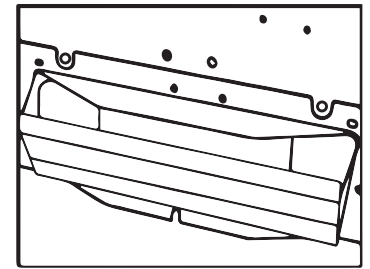

Figure 5
- À l'aide des vis fournies, fixez la ventilation/amortisseur rectangulaire sur le dessus ou à l'arrière de la hotte (voir figure 5).